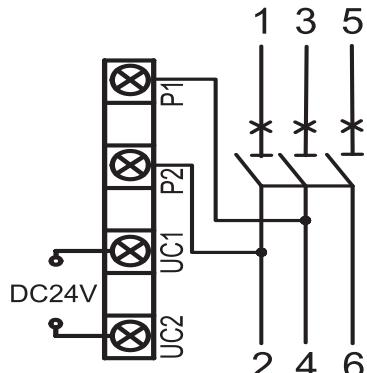
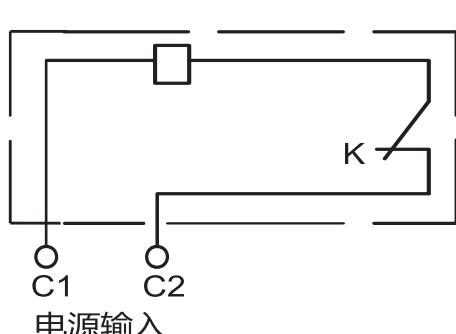

图2 DC24V接线图
图3 AC50Hz、230V、400V接线图
5.4.2.1 分励脱扣器的外加电压介于额定控制电源电压70%~110%之间时，能可靠分断断路器，接线图见图2和图3。